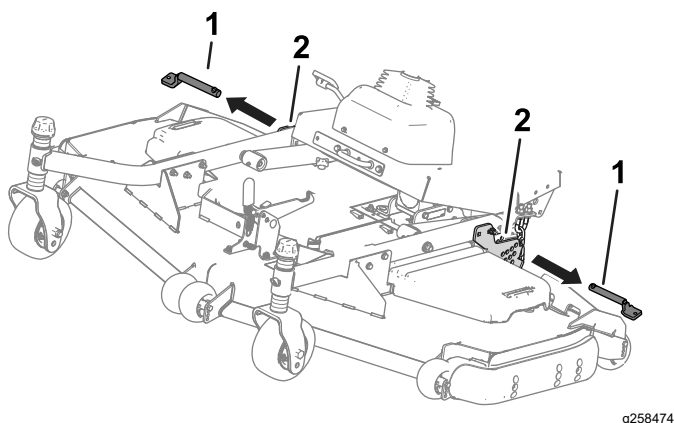

Bild 39
4. Entfernen Sie die Splinte von den Schnitthöhenplatten (Bild 39).